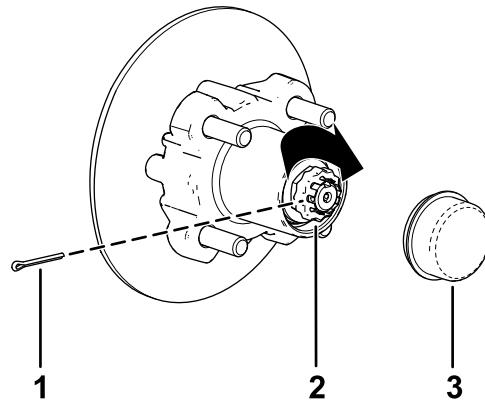

Figure 37
- Placez le frein d'écrou sur l'écrou et vérifiez que la fente du frein d'écrou et le trou dans la fusée sont alignés et permettent d'insérer la goupille fendue (Figure 37).
- Insérez la goupille fendue et repliez chaque jambe autour du frein d'écrou (Figure 37).
- Reposez le couvre-moyeu sur le moyeu (Figure 37).